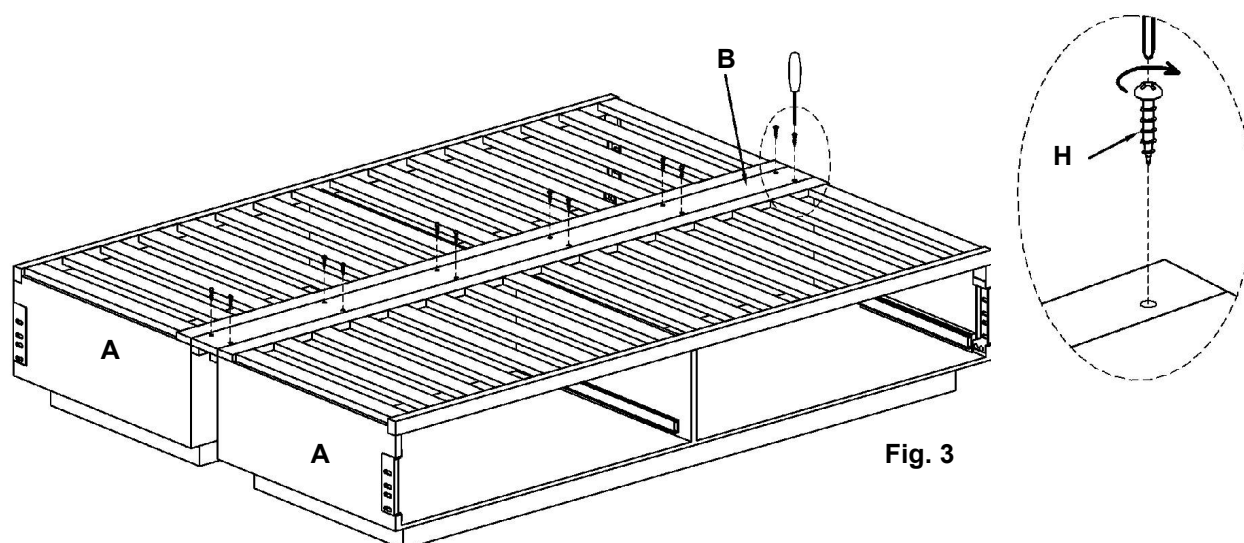

Fig. 3
21. Assembler le panneau de pont (B) au milieu des deux cadres latéraux de rangement (A).
22. À l'aide du tournevis cruciforme (non inclus), insérer les 12 vis d'assemblage (H) dans les trous pré-percés du panneau de pont (B). Voir **Fig. 3**.